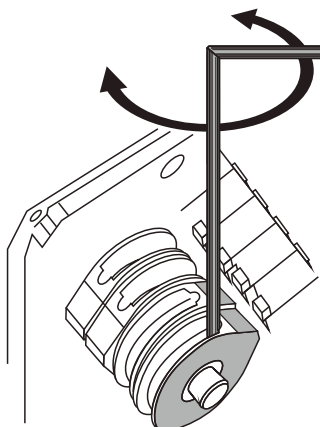

Рис. 10
5.4.4. Предельно точная регулировка концевиков закрывания: поверните винт тонкой настройки красных кулачков по часовой или против часовой стрелке(и) (см. рис. 10). Следите за микровращением кулачков. Совпадение направлений микровращения и основного вращения указывает на то, что положение «Закрывается» достигается раньше, чем оно выставлено. Соответственно – вращение в противоположных направлениях говорит о том, что положение «Закрывается» не достигается. Следует учитывать, что поворот шестигранного ключа на 90 градусов дает смещение полотна ворот на величину порядка 25 мм.